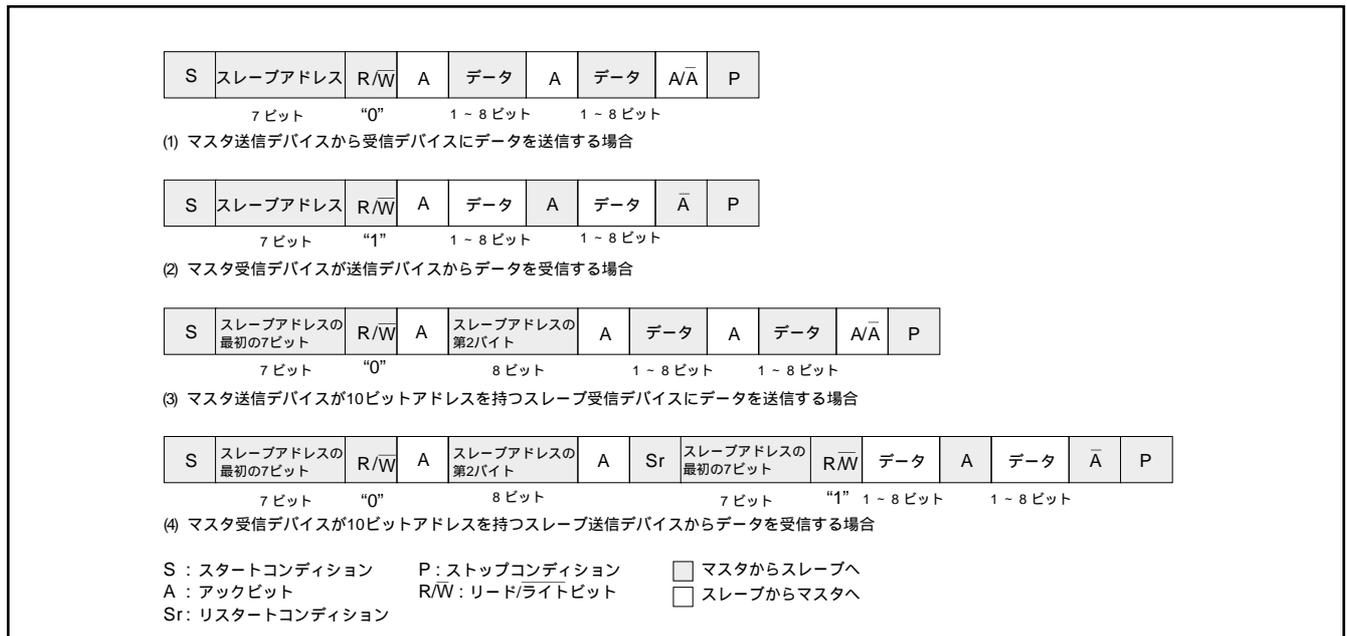

図8.6.13 アドレスデータ通信フォーマット
(1) 7 ビットアドレスフォーマット
7 ビットアドレスフォーマットに対応するために、I²C コントロールレジスタ (00F9₁₆ 番地) の 10BIT SAD ビットを“ 0 ”にしてください。マスタから送信された最初の 7 ビットのアドレスデータと、I²C アドレスレジスタ (00F7₁₆ 番地) に格納された上位 7 ビットのスレーブアドレスを比較します。この比較時には、I²C アドレスレジスタ (00F7₁₆ 番地) の RBW ビットのアドレス比較は行われません。7 ビットアドレスフォーマット時のデータ伝送フォーマットは図 8.6.13 の (1),(2) を参照してください。
(2) 10 ビットアドレスフォーマット
1 バイト目のアドレスデータとスレーブアドレスが一致した場合には、I²C ステータスレジスタ (00F8₁₆ 番地) の AAS ビットが“ 1 ”にセットされます。2 バイト目のアドレスデータは、I²C データシフトレジスタ (00F6₁₆ 番地) に格納した後、ソフトウェアで 2 バイト目のアドレスデータとスレーブアドレスのアドレス比較を行ってください。2 バイトのアドレスデータとスレーブアドレスが一致した場合には、I²C アドレスレジスタ (00F7₁₆ 番地) の RBW ビットをソフトウェアで“ 1 ”にしてください。この処理により、リスタートコンディション検出後に受信する 7 ビットのスレーブアドレス及び R/W のデータと I²C アドレスレジスタ (00F7₁₆ 番地) の値を一致させることができます。10 ビットアドレスフォーマット時のデータ伝送フォーマットは図 8.6.13 の (3),(4) を参照してください。